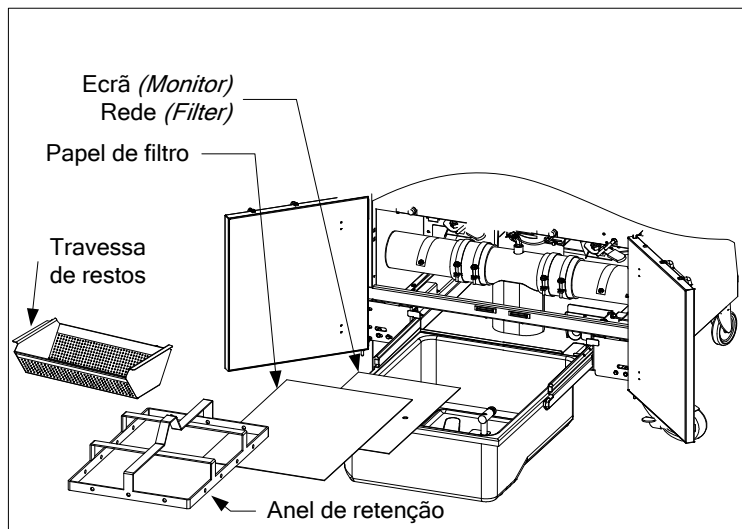

Figura 1
1. Retire a panela de filtração do armário e retire a travessa de restos, o anel de retenção, o papel de filtro e a rede de filtro. (Veja Figura 1) Limpe todos os componentes com uma solução de detergente e água quente, e de seguida, seque-os cuidadosamente.
3. De seguida, pela ordem inversa, coloque a rede de filtro metálica no centro do fundo da panela, de seguida, coloque uma folha de papel de filtro no topo da rede, com sobreposição em todos os lados. (Veja figura 1) Se utilizar o cartucho de filtro, assegure-se que o lado áspero do cartucho esteja virado para cima, e coloque o cartucho por cima da rede, tendo em atenção que, o cartucho esteja entre as arestas estruturadas da panela de filtração.